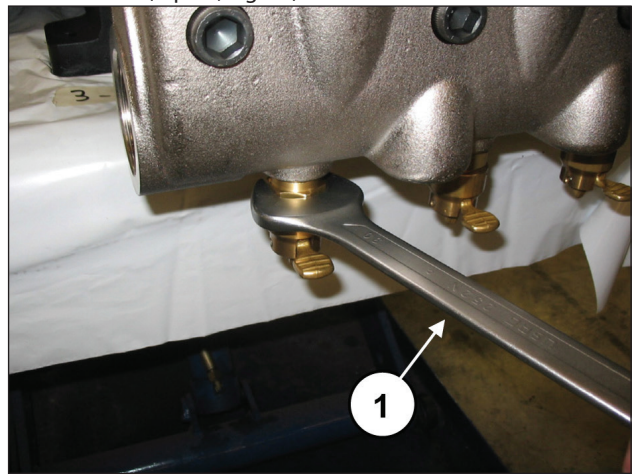

Fig. 96
Dévisser le dispositif d'ouverture des soupapes à l'aide d'une clé de 30 mm (rep. ①, Fig. 96).